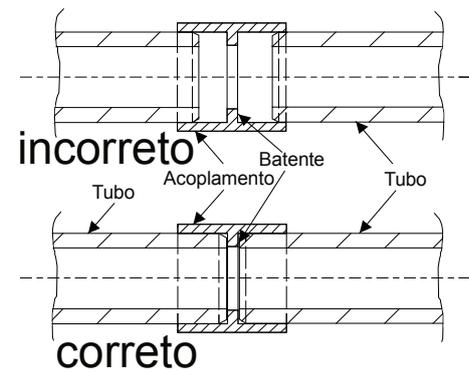

Fig. 7 Montagem dos tubos
- Os segmentos individuais de tubo são unidos por meio de peças acessórias. Neste caso, dependendo do material utilizado para tubo, aplica-se o processo de colagem de acordo com os Cap. 2.5.2 e 2.5.3 ou o processo de compressão de acordo com o Cap. 2.5.4. Os tubos têm de ser deslizados para dentro das peças acessórias até ao batente, **Fig. 7**.